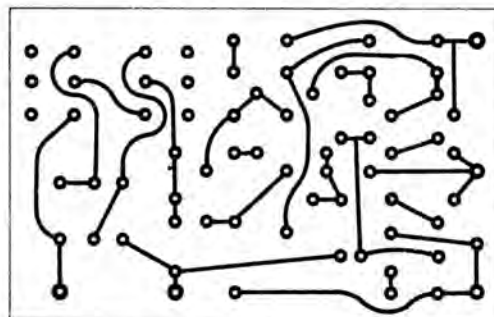

Рис. 6
**М**илливольтметр собран в корпусе размерами 325×215×130 мм из алюминиевых сплавов (рис. 6). Детали размещены на четырех печатных платах. Рису-